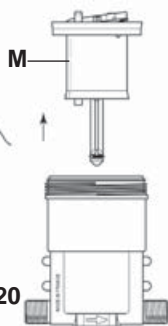

fig. 20
- Tirar o conjunto êmbolo motor (Fig. 20-M) puxando para cima.